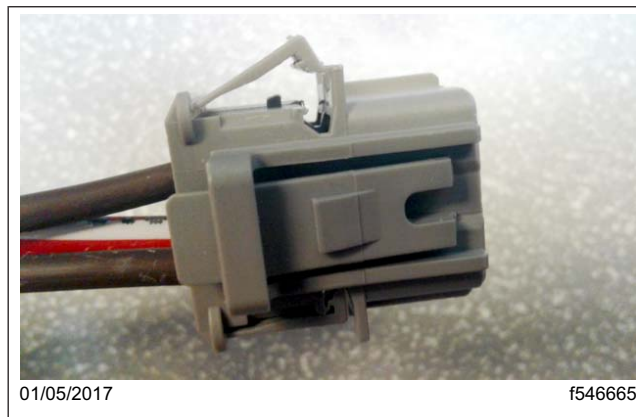

Fig. 3, Verrou de borne 55B (relâché ou déboîté)
- Déboîtez le verrou de borne du seul connecteur raccordé (55B) du faisceau de câblage A06-93000-000. Reportez-vous à la figure 3.